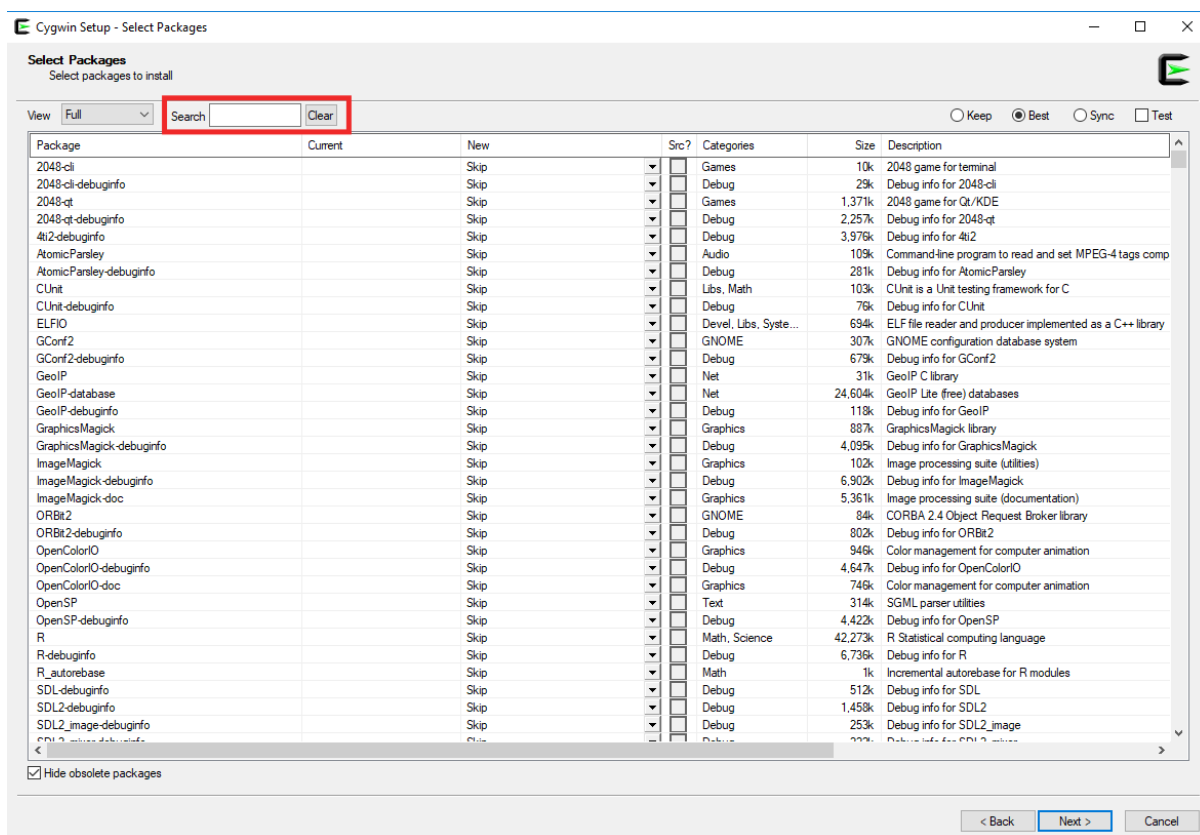

图105. “Select Packages”（选择软件包）窗口 – “Full”（完整）视图
- 将显示可以安装的软件包的完整列表（图105）。在“**Search**”（搜索）框中，选择要安装的特定软件包。